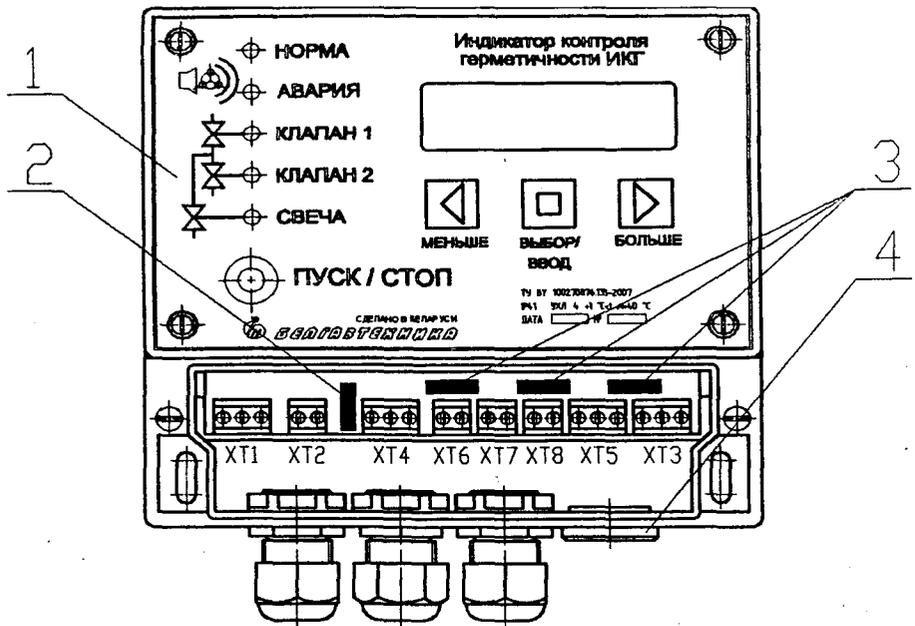

Рисунок 1 – Индикатор контроля герметичности
1.4.1 Индикатор (рисунок 1) выполнен в виде блока электронного с датчиком давления в комплекте.